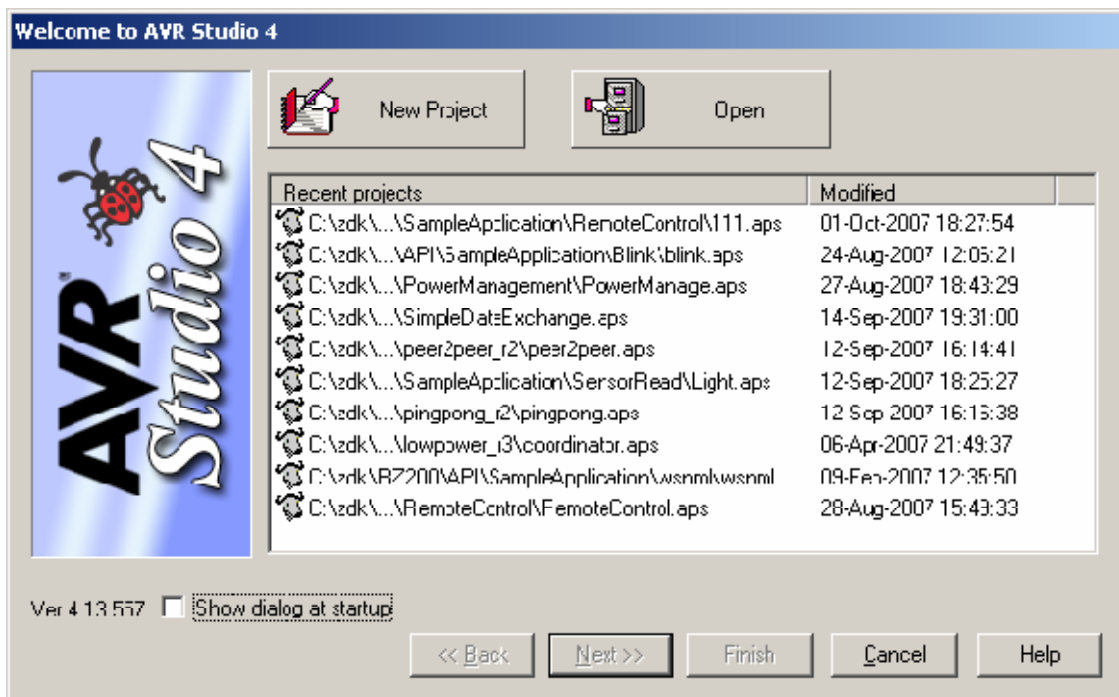

Figura 1: Ventana del Asistente de Proyectos
1. Inicie AVR Studio. Aparecerá en pantalla el asistente de proyectos (ver Figura 1).